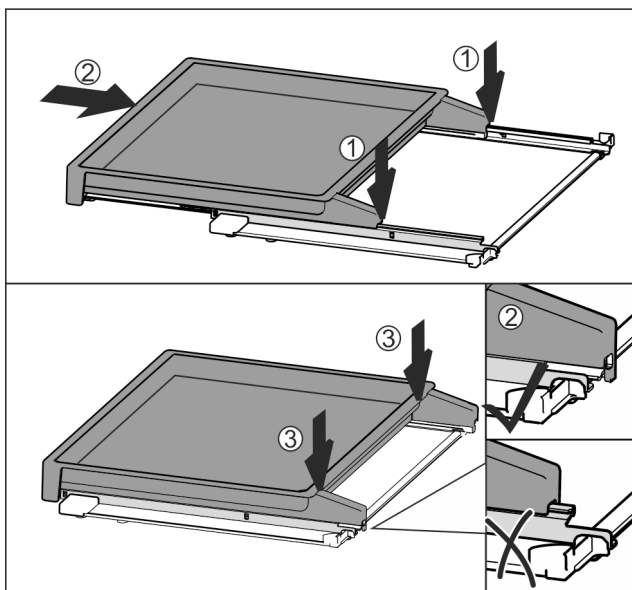

Fig. 109
- Mittig auf Schienen aufsetzen Fig. 109 (1).
- Auszugsbord vollständig einschieben Fig. 109 (2).
- An hinterer Seite drücken bis es hörbar einrastet Fig. 109 (3).